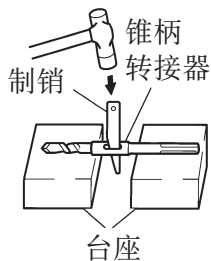

图 16
- (2) 开启电源并钻一个基础孔。
- (3) 使用洗涤剂清洁灰尘后，将柱塞安装在锚端，然后将带有柱塞的锚钉入锚端，并用手动锤将锚钉入。
- (4) 若要拆下带有锥柄的钻头，在锥柄转接器的缝隙中插入一个制销，将台座放置在电动锤钻下方并用手动锤敲击制销。(图 16)